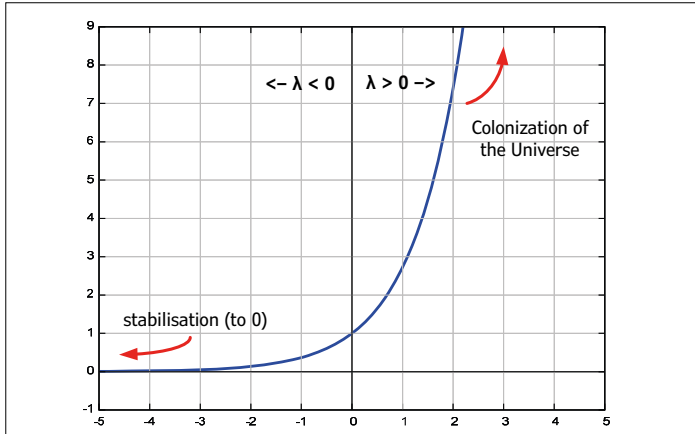

Bild 4. Der Systemwert bestimmt alles (oder nichts).
- d oder λ in der Formel wird *Eigenwert* des Systems genannt und bestimmt, ob ein System stabil ($\lambda < 0$) oder instabil ($\lambda > 0$) ist (**Bild 4**).